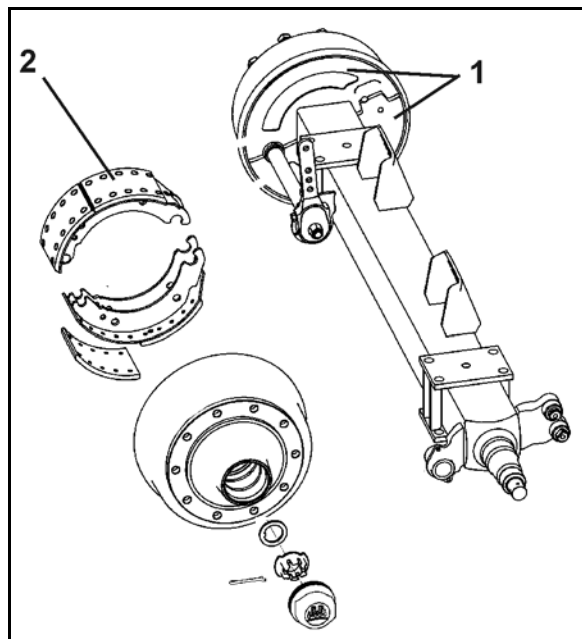

Bild 152
1. Skruva av båda täckkåporna (Bild 152/1) på bromstrummans insida.
Smuts som trängt in kan lägga sig på bromsbeläggen (Bild 152/2) och försämra bromseffekten.